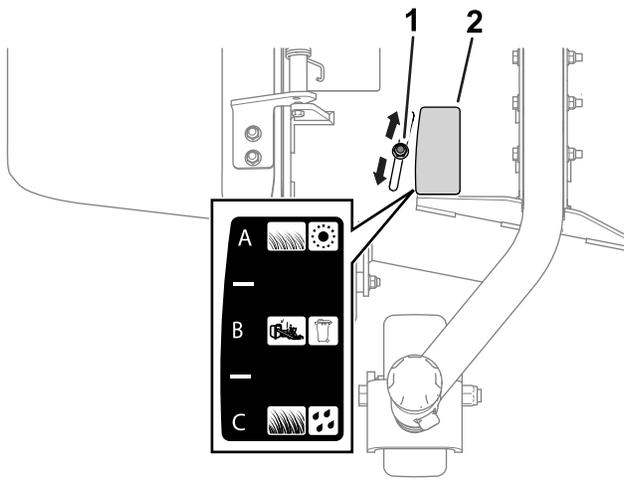

Figura 16
2. Afloje la tuerca (Figura 16).
Consulte las siguientes secciones para obtener una descripción de cada posición del deflector de flujo. Figura 16 ilustra cada posición (es decir, A, B, y C) como se ve en la pegatina.